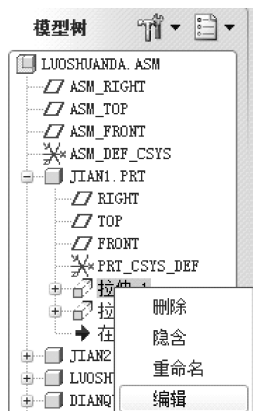
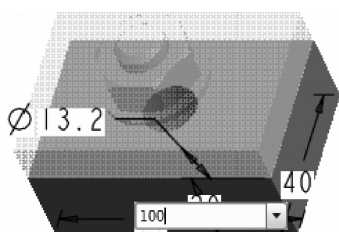

图 9-72 显示零件特征的模型树
图 9-73 修改特征尺寸
(2) 利用 9.5.1 讲述的步骤在模型树中显示装配零件的特征，此时模型树如图 9-72 所示。
(3) 选择“jian1.prt”零件的特征“拉伸 1”，按下鼠标右键，在弹出的快捷菜单中选择【编辑】选项，图形区显示“拉伸 1”的所有参数。
(4) 在长度尺寸 60 上双击，在出现的组合框中输入新的长度值为“100”，如图 9-73 所示。在图形区单击鼠标中键接受该值。
(5) 单击【编辑】工具栏中的【再生】按钮再生模型，模